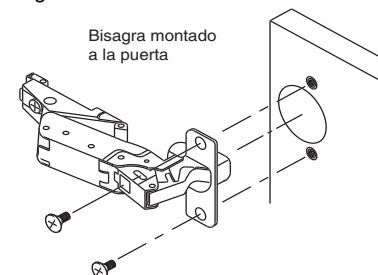

Fig. 7
- Instale la puerta este insertando el lado de la puerta de la bisagra en el soporte en el cuerpo demostrado en fig. 7.